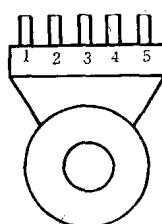

图 1
1. 由上述检查可以基本断定:主导轴电机电源和倒放电机电源无问题,微处理器 CPU 也基本无大问题,故障可能是 CPU(IC6001 MN6743)所接收的“方式状态”信息有误。因而首先检查机械定位,手动中心皮带轮到 STOP1 位置,看各齿轮啮合位置无误,机械也无卡阻现象。再测量“方式状态”开关的②脚(如图 1)接地良好。将机械手动到出盒位置,量方式状态开关③脚接地良好,P6001⑤脚接地良好。又分别手动到 STOP1、STOP2、P6001 的⑦、⑧脚接地良好,方式状态开关无问题。